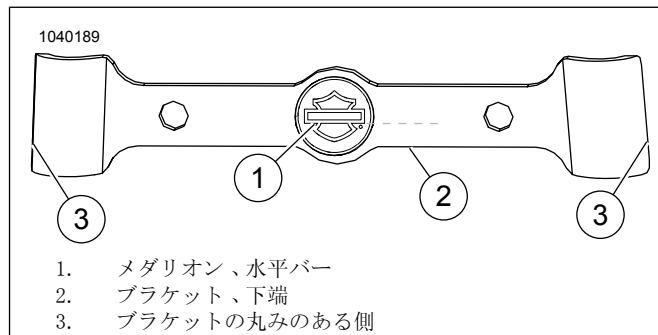

図3。メダリオンのアライメント
- 図3を参照してください。ブラケット(3)の両側は、対称にはなりません。上部の幅は、底部の幅よりも狭くなっています。
- 図3を参照してください。メダリオンの水平バー(1)をブラケットの下端(2)に揃えます。これらの2つは平行である必要があります。
- 図3を参照してください。ブラケット(3)の左右にある接着面の保護フィルムをはがします。